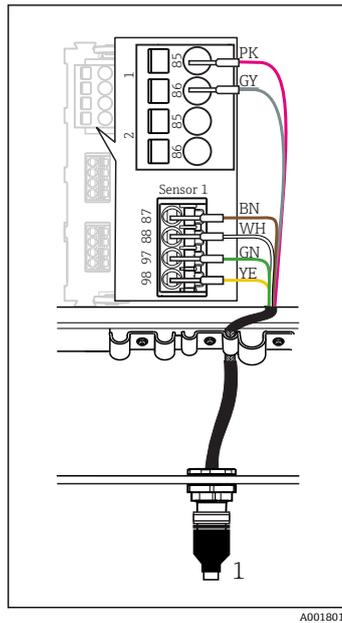

图 40 M12 插头连接 (例如在传感器模块上)
采用此类连接方式的设备在出厂前已经完成接线 (→ 图 40)。
- ▶ 将传感器电缆接头 (→ 图 40 部件 1) 直接插入至 M12 插座中。